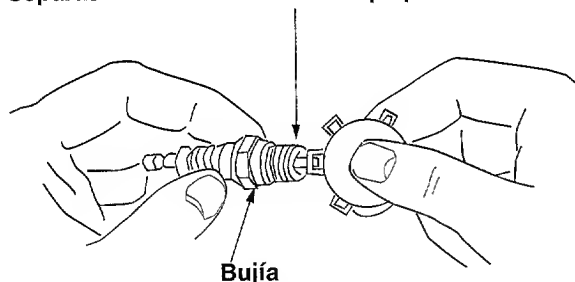

Figura 10
- Limpie la bujía y ajuste la separación a 0.030" una vez por temporada por lo menos o después de cada 50 horas de operación. Vea la figura 10. Se recomienda el reemplazo de la bujía al comienzo de cada temporada. Refiérase a la lista de piezas del motor para el tipo correcto de bujía.